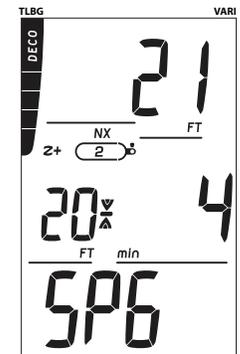

Fig. 63 - ÉCRAN PRINCIPAL DE PALIER DE DÉCOMPRESSION
**ÉCRAN PRINCIPAL DE PALIER DE DÉCOMPRESSION** : paramètres affichés (Fig. 63)